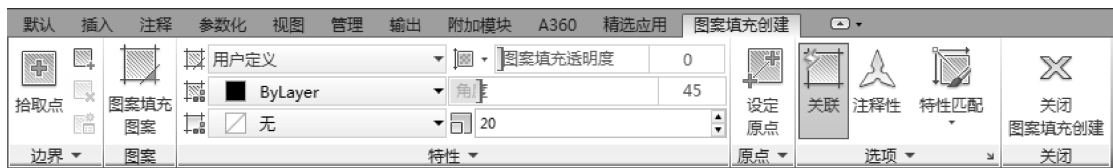

图 3-27 “图案填充创建”选项卡
(1) 单击“默认”选项卡“绘图”面板中的“直线”按钮 —— 和“圆心，半径”按钮 —— ，绘制图形轮廓。
(2) 单击“默认”选项卡“绘图”面板中的“图案填充”按钮 —— ，打开“图案填充创建”选项卡，在“图案填充类型”下拉列表框中选择“用户定义”选项，如图 3-27 所示，设置“角度”为“45”，间距为“20”，填充图形，结果如图 3-26a 所示。